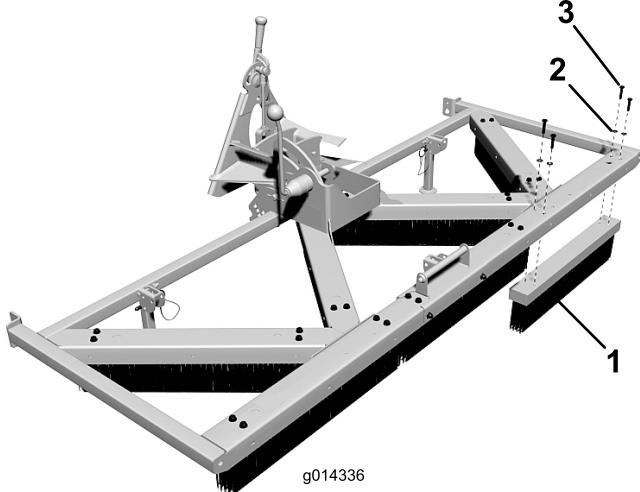

図 5
1. ターフ・グルーマ・アセンブリの下側に、ブラシを 7 個取り付ける； $5/16 \times 1-1/2$ inch ボルトとワッシャ（各4）を使用する。各ブラシは 図 5 のように組み付ける。